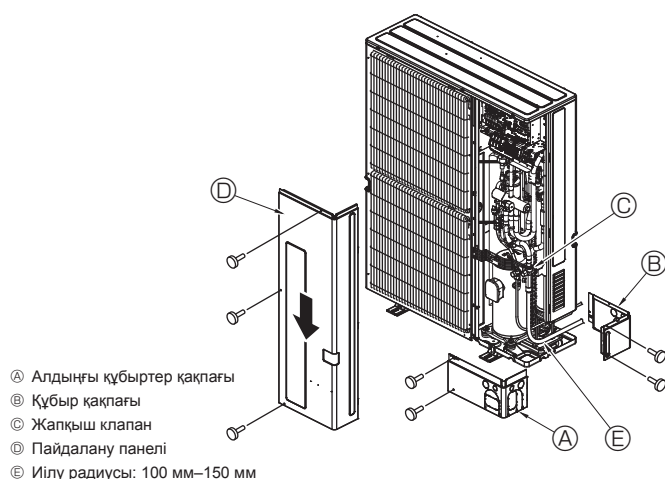

Fig. 4-10
4.3. Суық агент құбырлары (Fig. 4-10)